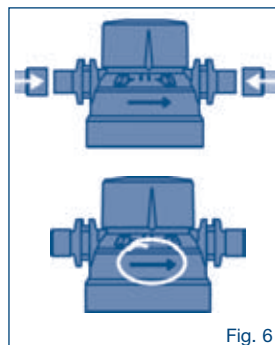

Fig. 6
2. Rispettare la corretta direzione del flusso (vedi Fig. 6)